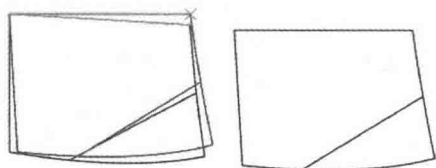

图 7-103 袋布步骤 4
④选择 【旋转】工具按住【Shift】键,进入【旋转】功能,将袋布旋转水平状态(图 7-103)。